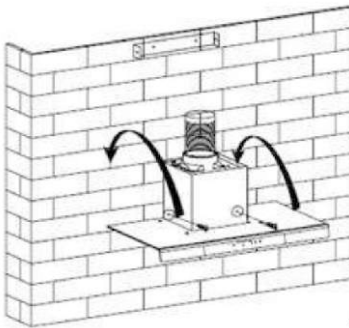
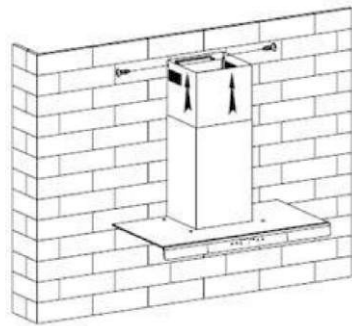

Bilde 3
Bilde 4
4. Monter ekspansjonsrøret og skorsteinen på avtrekkshetten. Fest deretter utvendig skorsteinbrakett på utsiden av skorsteinen, og pass på at høyden til innvendig skorstein kan justeres fritt og at ekspansjonsrøret kan festes. Se bilde 3 / bilde 4.